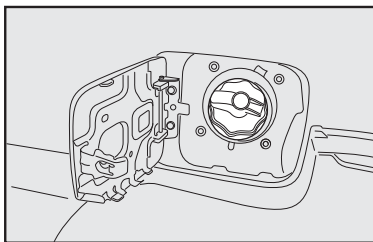

fig. 135
- Para algumas versões, segure a tampa e gire a chave no sentido anti-horário; prossiga girando a tampa **fig. 135** até o seu completo desalojamento.